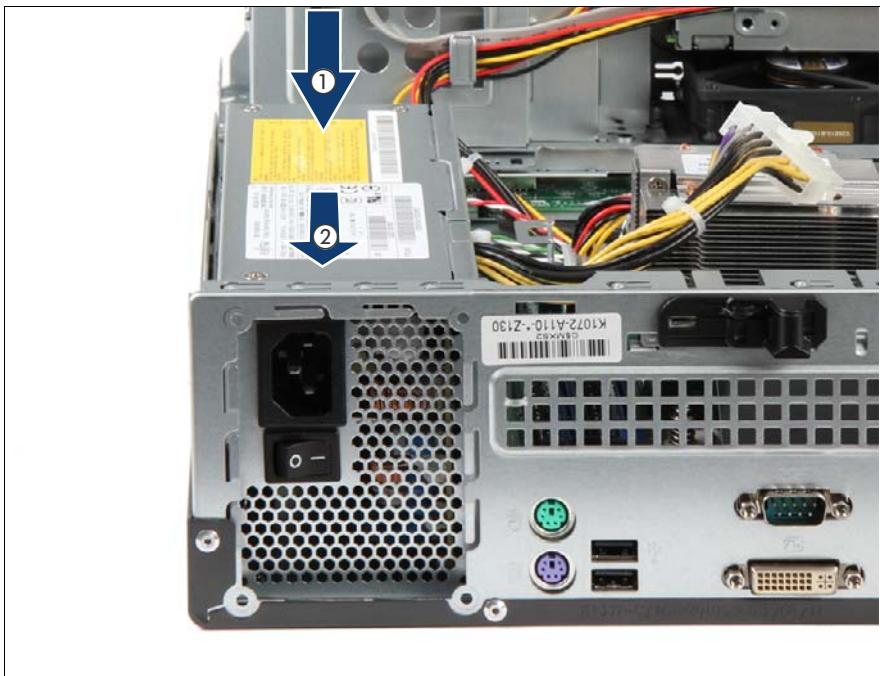

図 17: PSU の取り付け
- ▶ PSU をシャーシに挿入し、シャーシの背面（図 17）の壁との間に 3 cm ほど隙間を設けます。
- ▶ 新しい PSU をシャーシの背面（図 17）に向かってスライドさせます（2）。